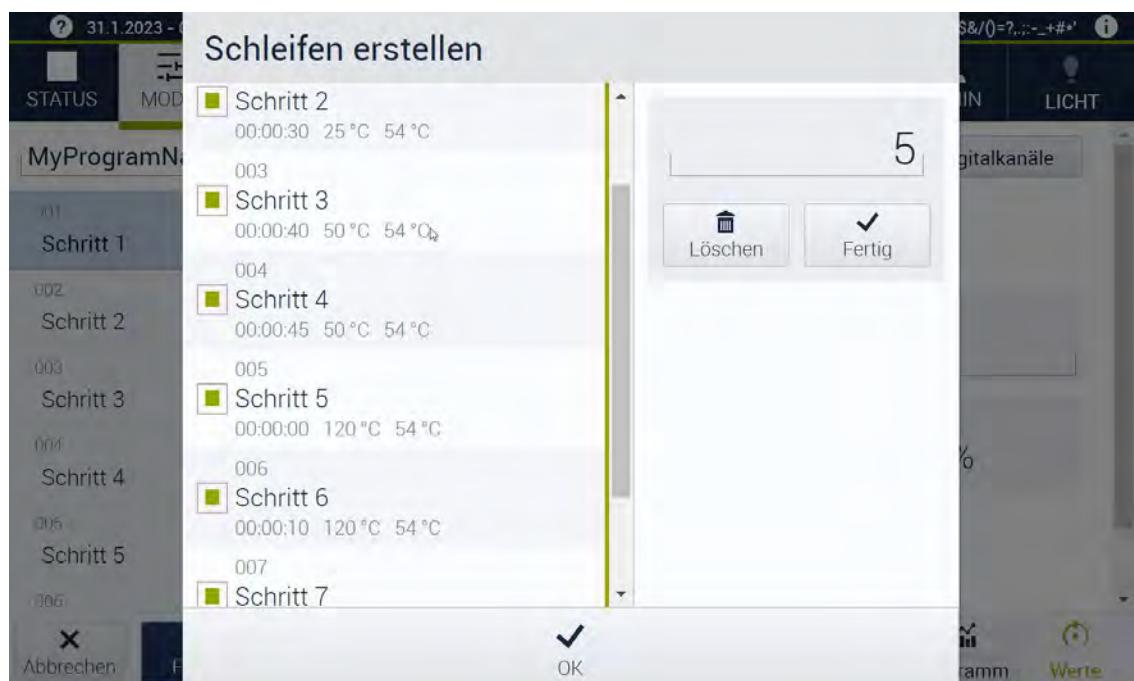

Abb. 6-2 Schleifen erstellen
- ✓ Der Dialog **Schleifen erstellen** öffnet sich → Abb. 6-2 »Schleifen erstellen« (Seite 75).